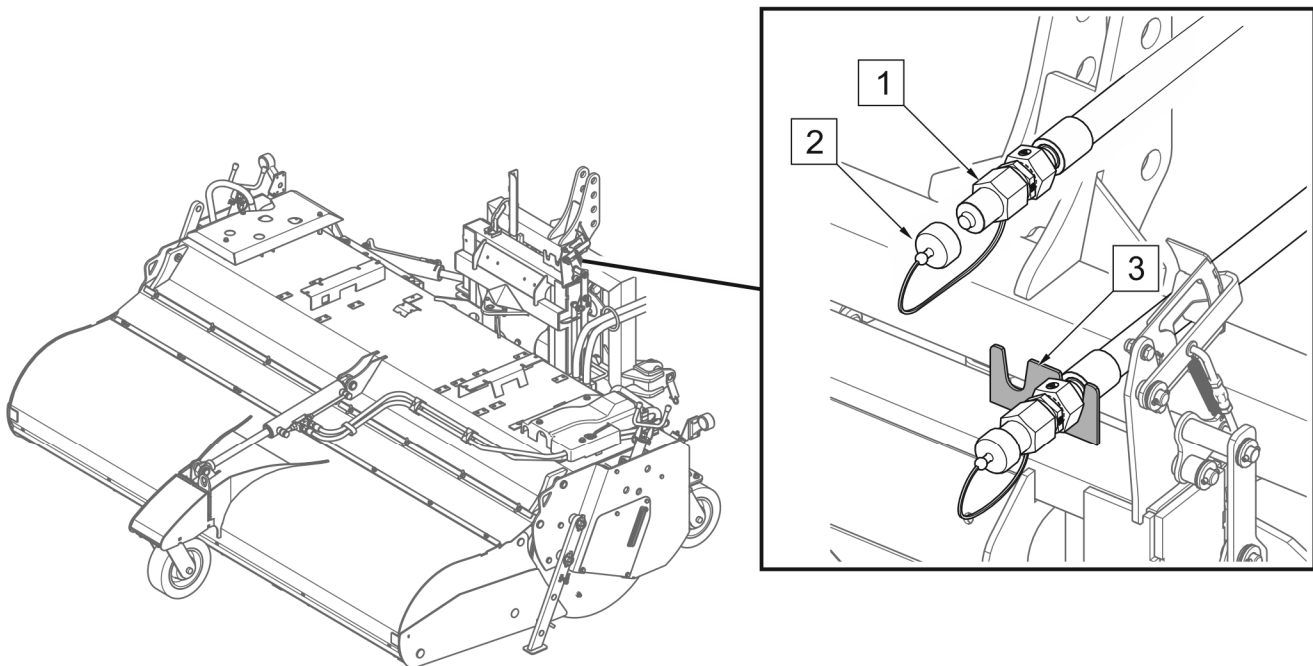

ABBILDUNG 4.22 Sicherung der Stecker nach dem Abtrennen vom Trägerfahrzeug
- Die Stecker der Hydraulik- und Elektroinstallation vom Trägerfahrzeug abziehen und mit den Kappen sichern. Die Hydraulikstecker in die Halterung am Rahmen setzen (ABBILDUNG 4.22).